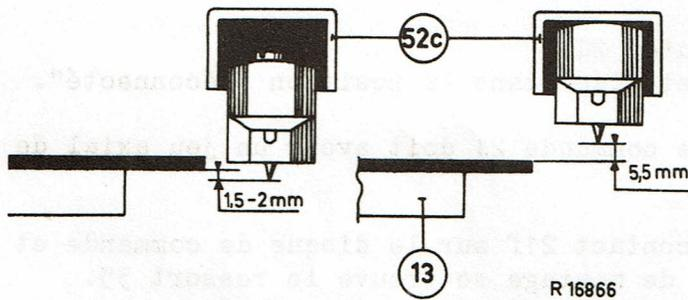

Fig.11
- 6) La distance de la pointe de l'aiguille jusqu'au disque, mesurée dans la position "déconnecté" de la goupille de contact 21f doit s'élever au moins à 5,5 mm (voir fig. 11).
- 8) La pointe de l'aiguille, en position "connecté" de la goupille de contact 21f (tête de p.u. vers le bas) doit venir 1,5 à 2 mm au dessous du côté supérieur du disque (voir fig. 11).